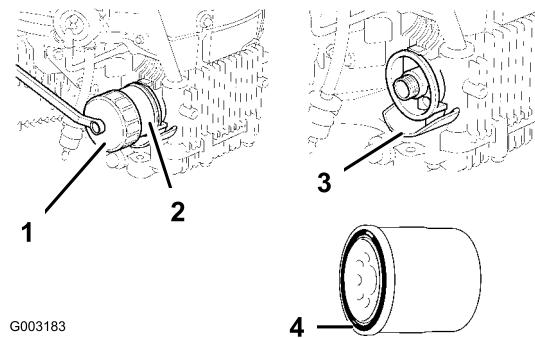

Figure 28
- Changez le filtre à huile au besoin (Figure 28).
- Enlevez le filtre usagé avec une clé pour filtres à huile. Essuyez la surface de montage du filtre (Figure 28).
- Appliquez une fine couche d'huile propre sur le joint en caoutchouc du filtre de rechange (Figure 28).
- Montez le filtre à huile de rechange sur la base à la main. Tournez le filtre dans le sens horaire jusqu'à ce que le joint touche la base du filtre, puis donnez 7/8 tour supplémentaire (Figure 28). Couple de serrage du filtre à huile : 20-24 Nm (15-17 lb)